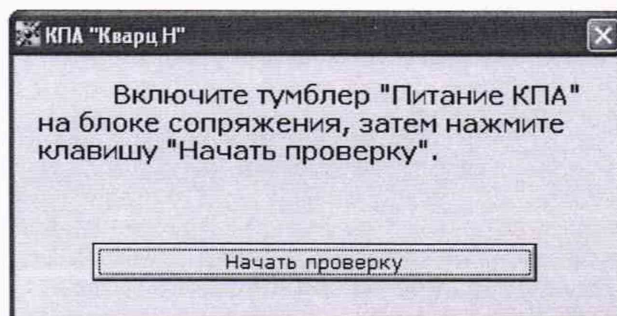

Рисунок 9 – Окно-напоминание.
Появляется окно-напоминание (рисунок 9) о необходимости подать питание на датчик.
8.3.1.9 Нажать клавишу «Начать проверку» (см. рисунок 9).